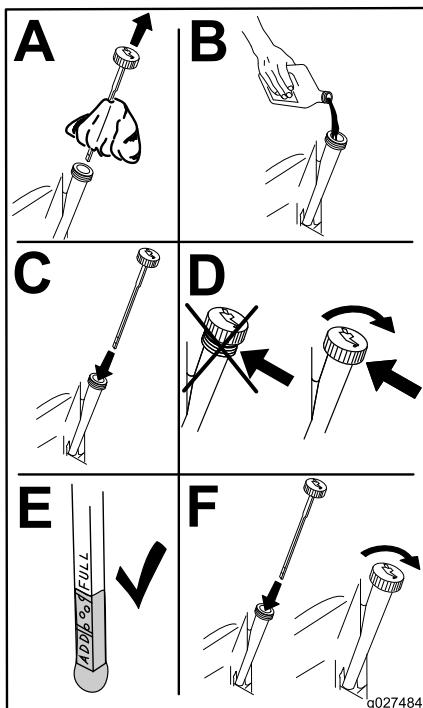

Bild 48
6. Gießen Sie langsam ungefähr 80 % der angegebenen Ölsorte in den Einfüllstutzen und füllen Sie dann vorsichtig mehr Öl ein, um den Ölstand an die **Voll**-Markierung zu bringen (Bild 48).